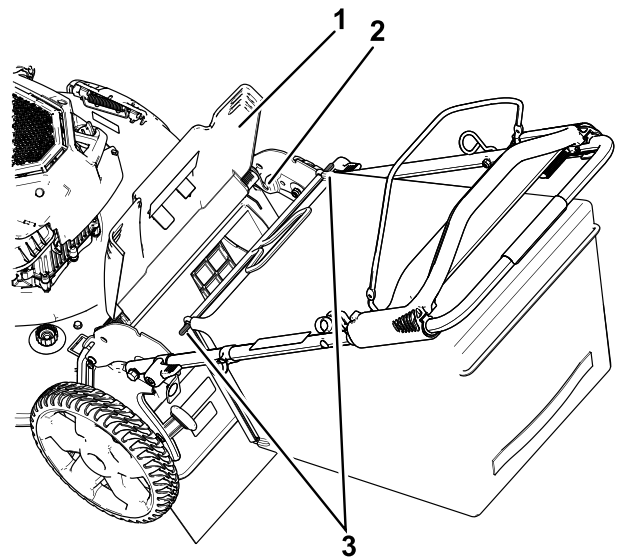

Figure 17
1. Soulevez le déflecteur arrière et maintenez-le dans cette position (Figure 17).
2. Montez le bac à herbe en veillant à placer les ergots dans les crans du guidon (Figure 17).